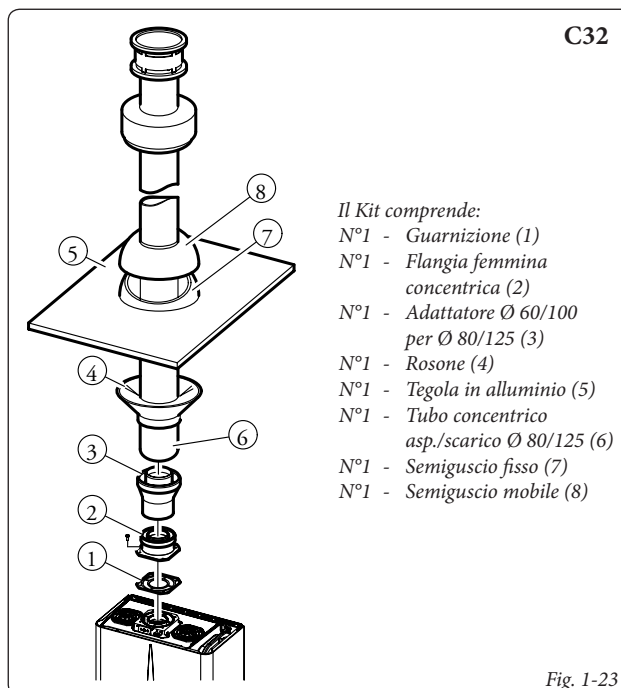

Fig. 1-23
Kit verticale con tegola in alluminio Ø 80/125. Montaggio kit (Fig. 1-23): installare la flangia concentrica (2) sul foro centrale della caldaia interponendo la guarnizione (1) e serrare con le viti presenti nel kit. Innestare l'adattatore (3) con lato maschio (liscio) nel lato femmina della flangia concentrica (2). Installazione della finta tegola in alluminio. Sostituire alle tegole la lastra in alluminio (5), sagomandola in modo da fare defluire l'acqua piovana. Posizionare sulla tegola in alluminio il semiguscio fisso (7) e inserire il tubo di aspirazione-scarico (6). Innestare il terminale concentrato Ø 80/125 con lato maschio (6) (liscio), nel lato femmina dell'adattatore (3) (con guarnizioni a labbro) sino a portarlo in battuta, accertandosi di avere già inserito il rosone (4), in questo modo si otterrà la tenuta e la giunzione degli elementi che compongono il kit.